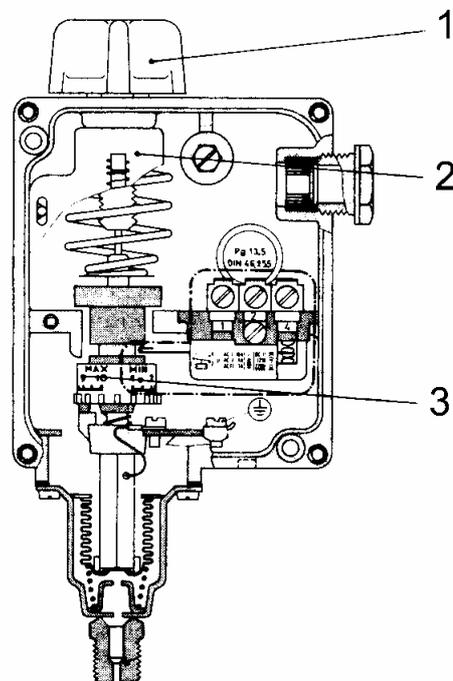

Рис. 9
• Калибровка реле давления (Рис. 9)
- а. Вращайте регулятор (1) пока указатель (2) не достигнет значения давления, с которого начинает работать горелка;